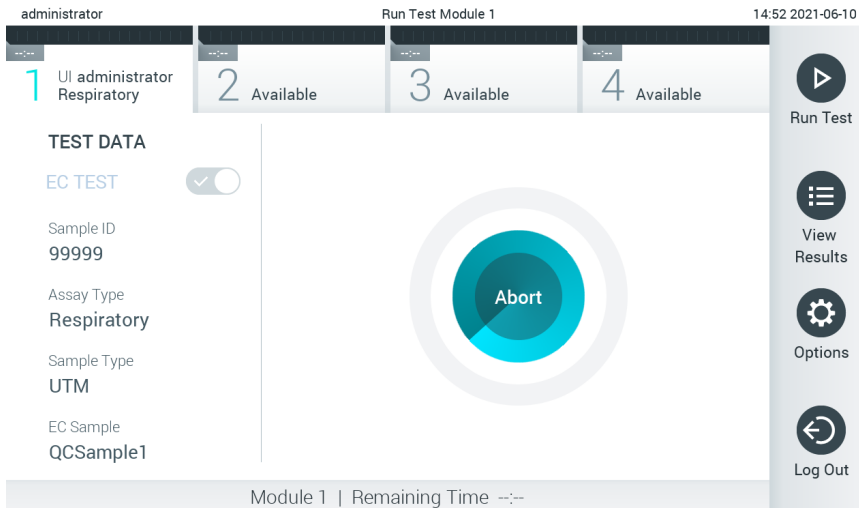

Figura 95. Afișarea execuției testării și a timpului rămas de rulare.
10. La detectarea cartușului de test QIAstat-Dx, QIAstat-Dx Analyzer 1.0 va închide automat capacul orificiului de introducere a cartușului și va începe testarea. Nu mai este necesară nici o altă acțiune din partea operatorului. În timpul rulării testării, timpul rămas din rulare este afișat pe ecranul tactil (Figura 95).